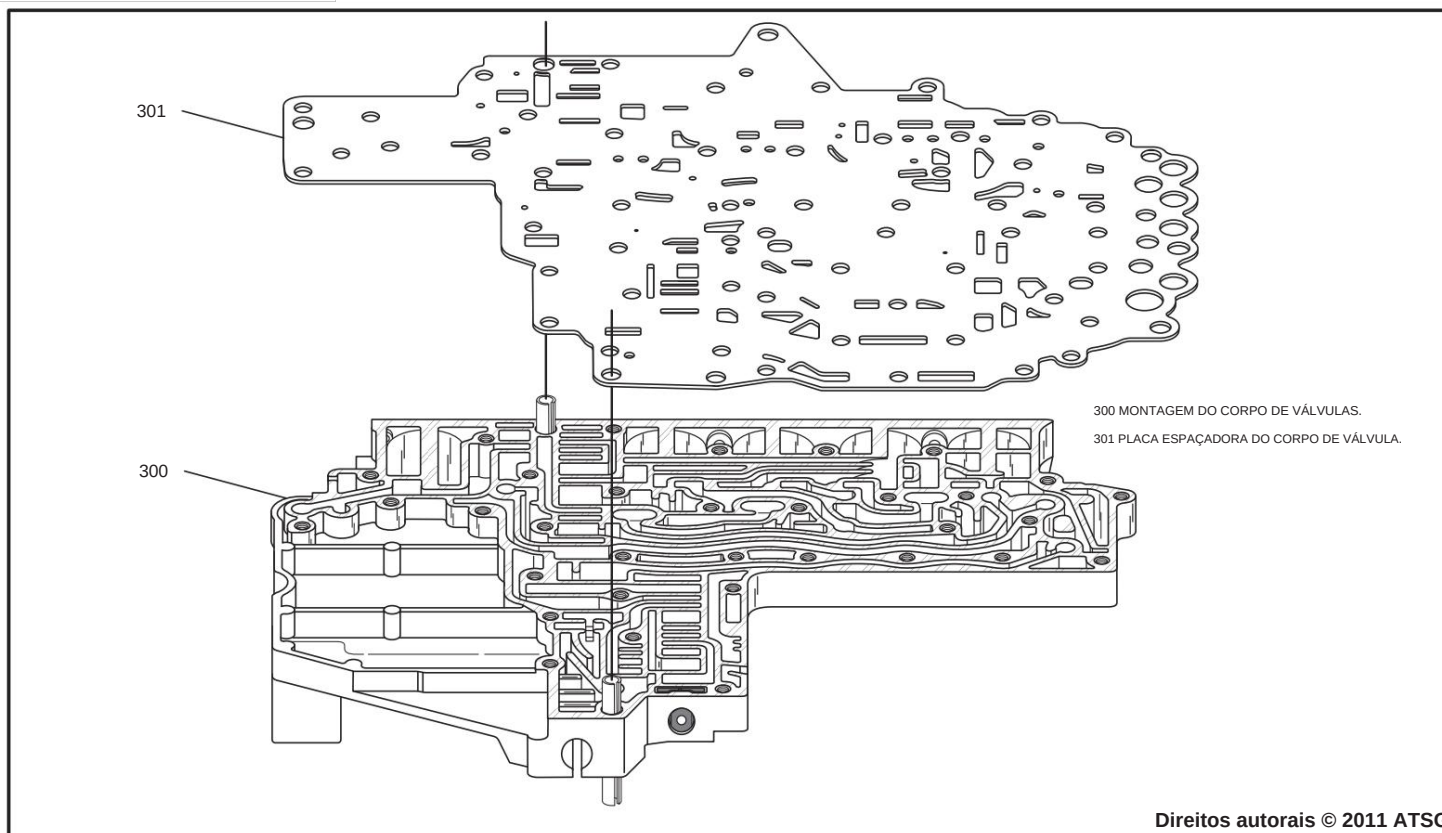

Figura 125
11. Instale a placa espaçadora do corpo da válvula sobre os pinos de localização e no corpo da válvula, conforme mostrado na Figura 125.